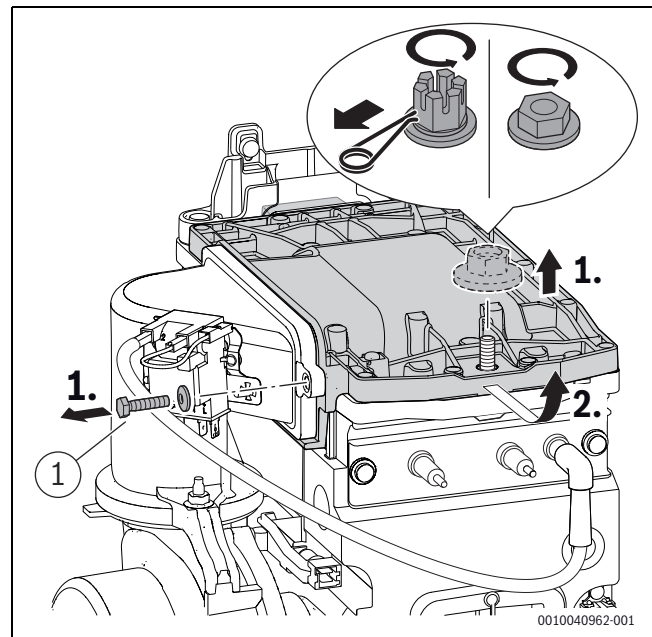

Fig. 57 Démontier le couvercle du brûleur
- ▶ Serrer la vis à gauche du capot de brûleur ([1], fig. 57) à  $5,5+0,5$  Nm.